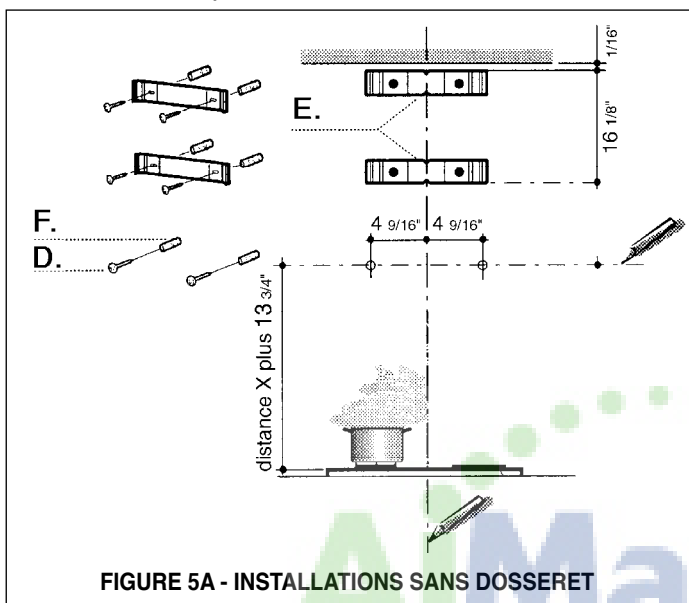

FIGURE 5A - INSTALLATIONS SANS DOSSERET
3. Déterminer la distance entre la hotte et la table de cuisson (**distance X de la FIGURE 4A ou 4B**). Marquer la ligne horizontale la hauteur de **distance X plus 13 3/4 po** (**de la FIGURE 5A - INSTALLATIONS SANS DOSSERET**).
4. Poser le FIXATION DE CHEMINÉE (E) sur le mur 1/16 po du plafond. Aligner son centre (découpes) sur la ligne vertical de repère. Marquer les centres des trous de le FIXATION DE CHEMINÉE.
5. Poser l'autre FIXATION DE CHEMINÉE (E) sur le mur 16 1/8 po sous le fixation de cheminée supérieure. Aligner son centre (découpes) sur la ligne vertical de repère . Marquer les centres des trous de le FIXATION DE CHEMINÉE.
6. Installer les FIXATIONS DE CHEMINÉE (E) au mur en utilisant les VIS DE FIXATIONS (D) fournies.
7. Les VIS DE FIXATIONS (D) pour la HOTTE (A de la FIGURE 1) doivent être insérées dans du bois solide. Marquer le mur sur la ligne horizontale 4 9/16 po de la ligne centrale sur le mur où la hotte sera installée (**de la FIGURE 5A ou 5B**) et installer les VIS DE FIXATIONS au mur. Ne pas installer complètement les VIS DE FIXATIONS au mur, en laissant un espace de 1/4 po entre le mur et la tête de la vis.